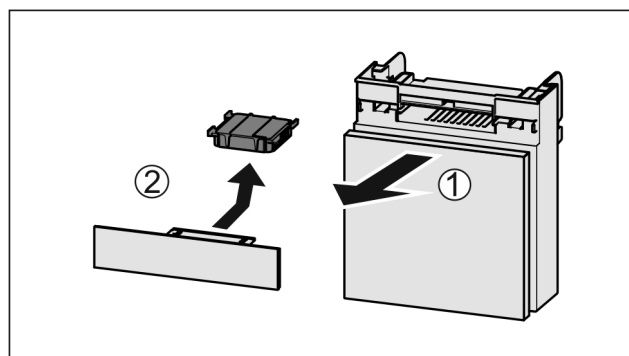

Fig. 136
- Издърпайте Fig. 136 (1) напред от отделениято.
- Извадете Fig. 136 (2) филтъра с активен въглен.